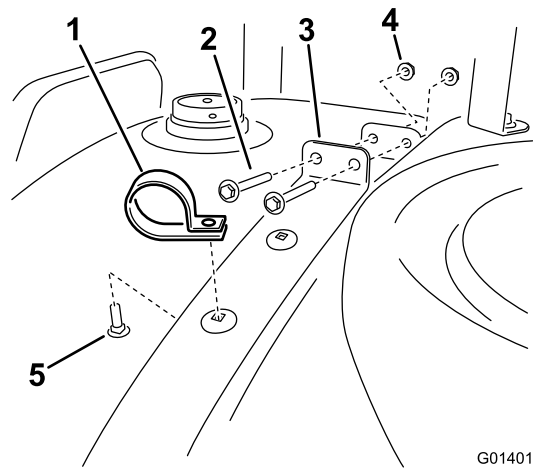

Bild 22
- Heben Sie den Riemen so weit vom Behälter weg, dass Sie eine neue Schraube in das Loch im Riemen ungefähr eine Viertellänge von vorne an der linken Seite der Maschine einsetzen können, wie in Bild 22 dargestellt.
- Bringen Sie den Riemen am Behälter wieder in die Originalstellung. Ziehen Sie den Riemen mit den vorher entfernten Schrauben am Behälter fest (Bild 22). Stellen Sie sicher, dass der Riemen am Behälter befestigt ist. **Ziehen Sie nicht zu fest.**